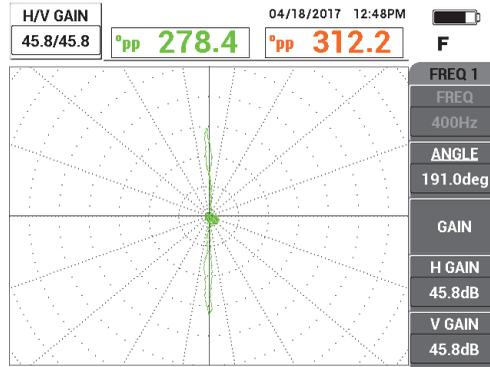

Figura 5-196 Ajuste de ganancia
- Pulse la tecla FREEZE () para activar la adquisición de señal (vea la Figura 5-196 en la página 290).